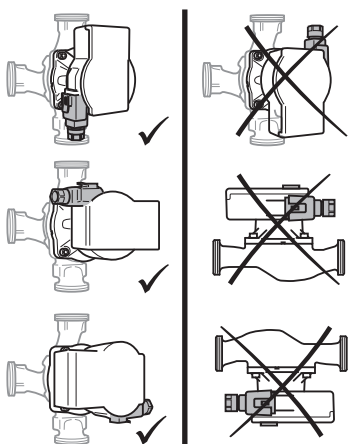

Fig. 2: Montážne polohy
- Miesto inštalácie zvoľte podľa prípustnej montážnej polohy (Fig. 2).
- Dbajte na prípustnú montážnu polohu (Fig. 2) čerpadla. V prípade potreby otočte hlavu motora (2+6).
- Pevne držte hlavu motora (2+6) a odskrutkujte 4 skrutky telesa (5).
- Dbajte na prípustnú montážnu polohu (Fig. 2) a šípku smeru prúdenia na telese čerpadla (1).
- Pevne zaskrutkujte 4 skrutky telesa (5).